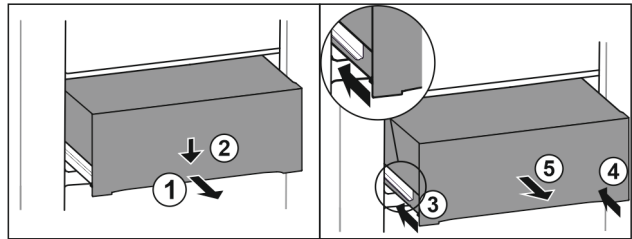

Fig. 172
- Schubfach halb herausziehen. Fig. 172 (1)
- Schubfach an der Vorderseite nach unten drücken. Fig. 172 (2)
- Linke Schiene etwa 2 cm einschieben. Fig. 172 (3)
- Rechte Schiene etwa 2 cm einschieben. Fig. 172 (4)
- Schubfach nach vorne entnehmen. Fig. 172 (5)